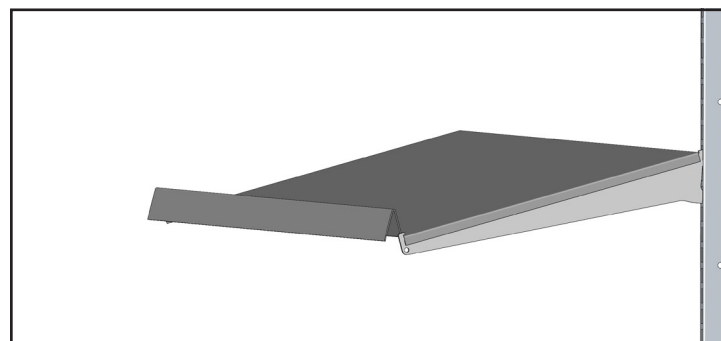

Fig. 5. Installation correcte des clayettes.
- c. . Quand la clayette a dégagé la languette de support, glissez la vers l'avant pour faire passer son bord avant sous la languette de soutien avant. Une fois posée correctement, la clayettes sera supportée entre les encoches. Voir Fig. 5.